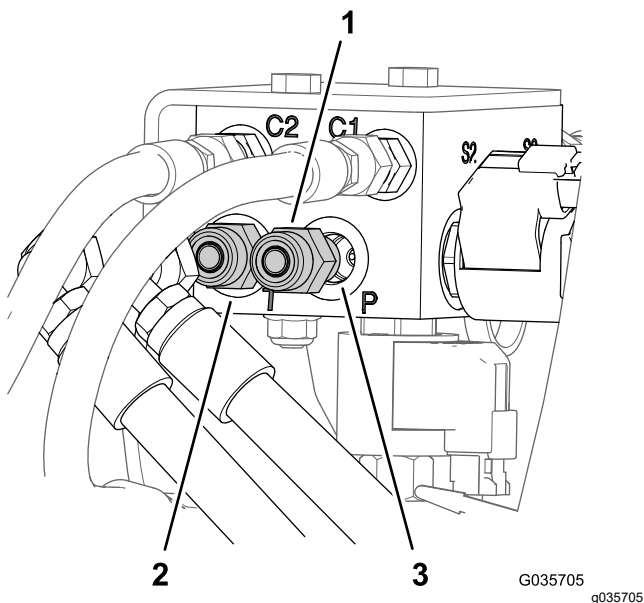

图 9
1. 在打药车后部标记提升油缸歧管 P 端口和 T 端口的软管图 9。
2. 从提升油缸歧管 P 端口和 T 端口的直通液压接头上拆下软管图 9。
3. 从旧提升油缸歧管的 P 端口和 T 端口拆下直通液压接头图 9。